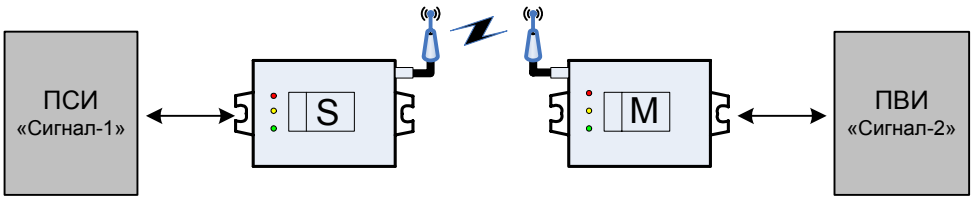

рис. 1
3.1.1. Соединение «точка – точка». Классический вариант использования удлинителя интерфейса RS-485. При такой схеме соединения «Ведущий»-«М» посылает запросы «Ведомому»-«S» и получает от него ответы (см. рис. 1).